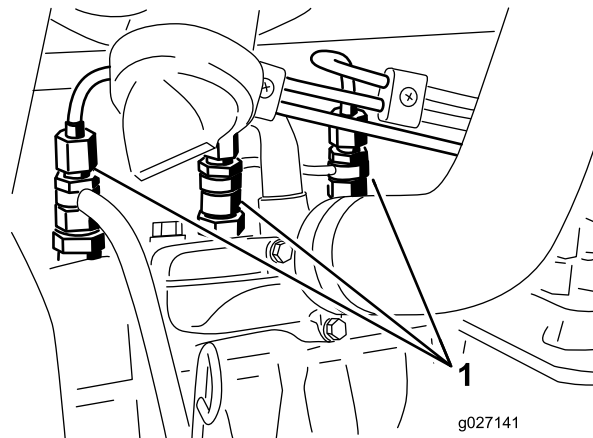

Рисунок 60
1. Ослабьте соединение трубки к соплу № 1 и держателю в сборе (Рисунок 60).